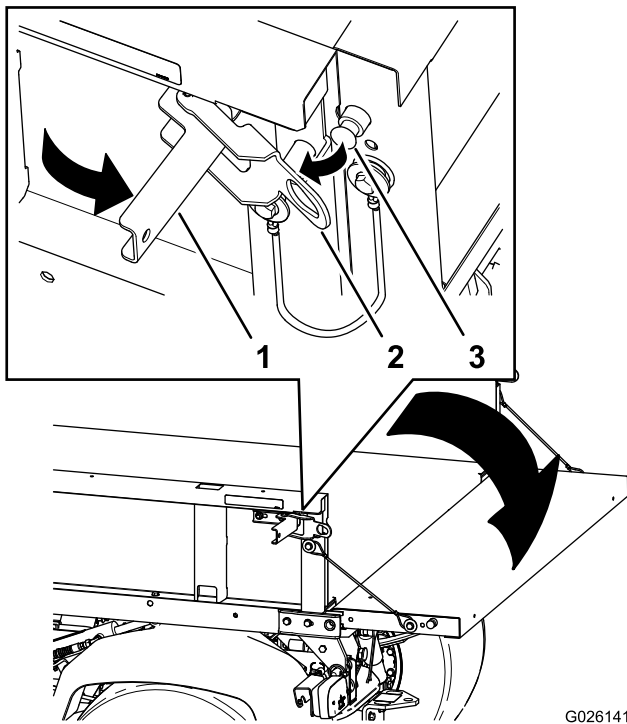

Figura 19
2. Aprite i fermi sul lato destro e sinistro del cassone (Figura 19) e abbassate la sponda posteriore.